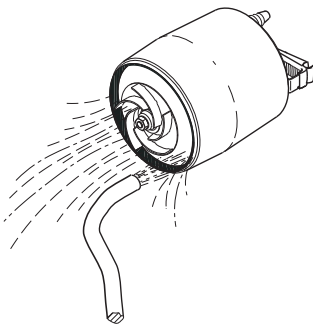

Fig. 12 Sådan skylles pumpen
4. Rens og skyl pumpen indvendig for at fjerne eventuelle urenheder mellem motor og pumpekappe. Rens løberen. Se fig. 12.